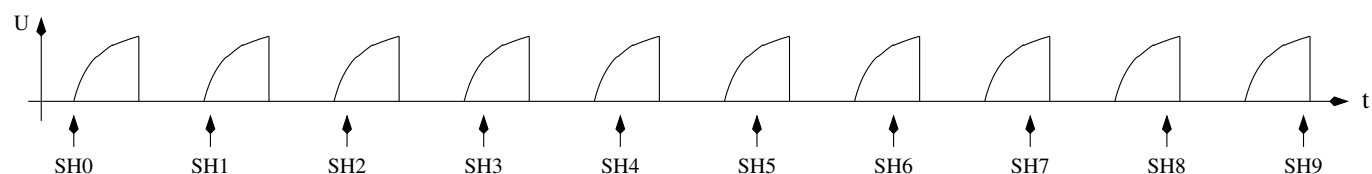

Рис. 5.30. Сканирование сигналов напряжения с помощью метода выборки
Радиолюбитель Pieter-Tjerk (PA3FWM) интегрировал возможность измерений очень малых значений ёмкости ($< 100 \text{ pF}$) методом выборки. Период преобразования АЦП на самом деле слишком длительный для непосредственного отбора быстро изменяющегося сигнала. Но напряжение входного сигнала удерживается заданное время цикла преобразования, во время (SH) выборки и удержания. АЦП требуется 13 тактов для полного преобразования, а такты АЦП задаются путем деления частоты процессора на 128 или 64. Входное напряжение АЦП фиксируется точно 1,5 такта для непрерывных циклов измерений. Если входной сигнал может быть сгенерирован снова и снова, мы можем сдвинуть время выборки АЦП от предыдущего к следующему повторению сигнала, чтобы получить последовательность выборок быстро изменяющегося сигнала. Обычный цикл АЦП занимает $13 \times 64 = 832$ тактов с тактовой частотой 8 MHz . Если мы повторяем входной сигнал с тактовым импульсом 831, то при непрерывном АЦП (режим свободного запуска), каждый последующий раз напряжение сигнала будет считываться на один такт позже чем предыдущий. Мы должны убедиться, что с помощью этого метода первая выборка сигнала АЦП будет выполняться в указанное время. Время следующих измерений АЦП будет сдвинуто на один тактовый импульс процессора позднее при каждом последующем повторении сигнала. Если сигнал можно точно повторить, то объединенный сигнал многих периодов будет таким же, как дискретизация и преобразование непосредственно с помощью АЦП, работающего с тактовым сигналом процессора 8 MHz . Рисунок 5.30 показывает принцип выборки десятикратно повторяющегося сигнала для получения десяти выборок ($SH0 - SH9$). В действительности относительный временной сдвиг последовательных выборок намного меньше.